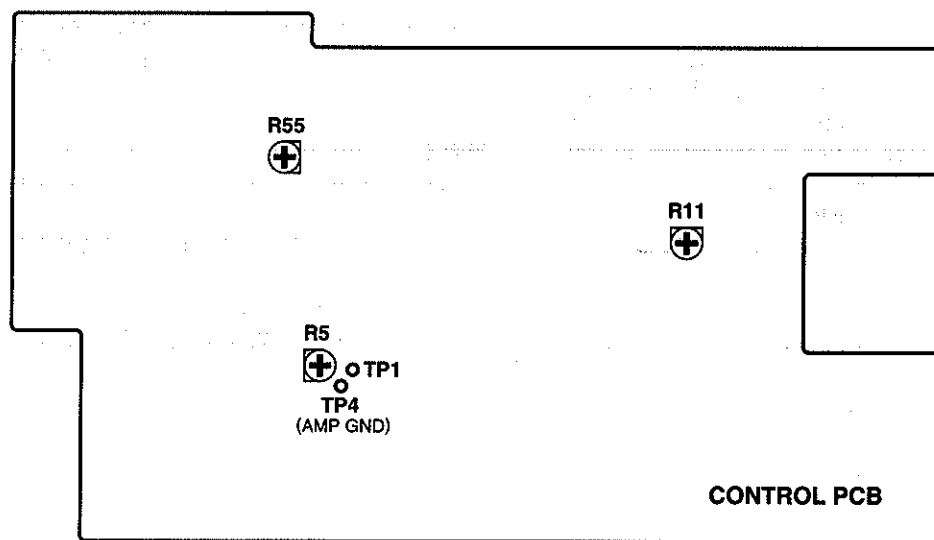

Fig. 2-7
2. If back tension is out of specs, hold the STOP and CHECK keys simultaneously, then turn the POWER switch on to activate the ADJUST mode (The ADJ logo appears in the display). After setting the 488MKII in the ADJUST mode, turn the semi-fixed resistor R11 (Fig. 2-7) on CONTROL PCB until back tension is 12.5 g·cm. Press the STOP and CLEAR keys simultaneously to exit the ADJUST mode.
2) もしバック・テンションが上記値より外れている場合には、STOPキーとCHECKキーを同時に押しながらPOWERスイッチをONにし、アジャスト・モードにする。ADJのロゴがディスプレイに表示される。アジャスト・モード後、バック・テンションの値が12.5gになる様に、CONTROL PCBの半固定抵抗R11 (Fig. 2-7) を回して調整する。STOPキーとCLEARキーを同時に押し、アジャスト・モードを解除する。
5. Play the middle section of the tape, and adjust adjustment resistor R55 (Fig. 2-7) on the CONTROL PCB assembly until the frequency reading is 3000 ± 5 Hz.
5. テスト・テープの中間部を再生させて、テープ速度が $3,000 \pm 5$ Hzになる様にCONTROL PCB ASSYの半固定抵抗R55 (Fig. 2-7)を調整する。